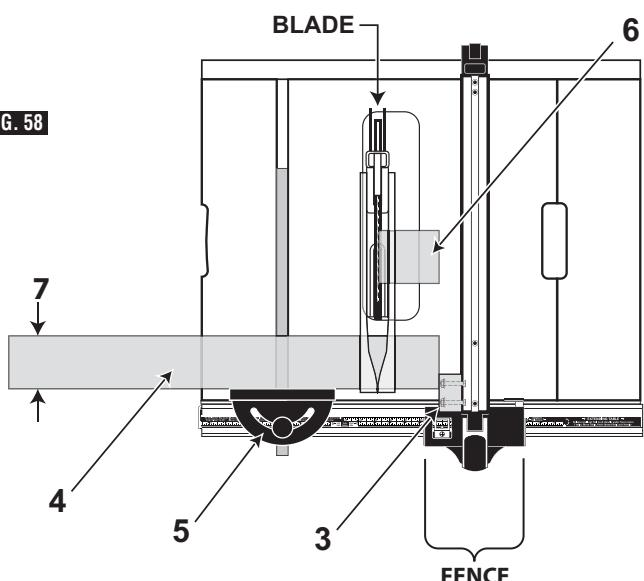

FIG. 58
REPETITIVE CROSSCUTTING is known as cutting a quantity of pieces the same length without having to mark each piece. When making repetitive cuts from a long workpiece, make sure it is supported – see Fig. 58.
1. When making repetitive cuts, securely attach a wood facing block to the fence as shown. The T-slot in the rip fence allows for attachment - see Figure 58.
Une COUPE TRANSVERSALE RÉPÉTITIVE est une coupe d'un certain nombre de pièces de la même longueur sans qu'il soit besoin de marquer chaque pièce. Lorsque vous faites des coupes répétitives sur un ouvrage très long, assurez-vous qu'il est bien soutenu – voir Fig. 58.
1. Lorsque vous faites de coupes répétitives, attachez solidement un bloc d'appoint en bois au guide comme illustré. La fente en forme de T dans le guide de refente permet d'effectuer cette fixation – voir Figure 58.
Se conoce como CORTE TRANSVERSAL REPETITIVO a cortar una cantidad de pedazos de la misma longitud sin tener que marcar cada pedazo. Cuando haga cortes repetitivos en una pieza de trabajo larga, asegúrese de que dicha pieza esté soportada. Vea la Fig. 58.